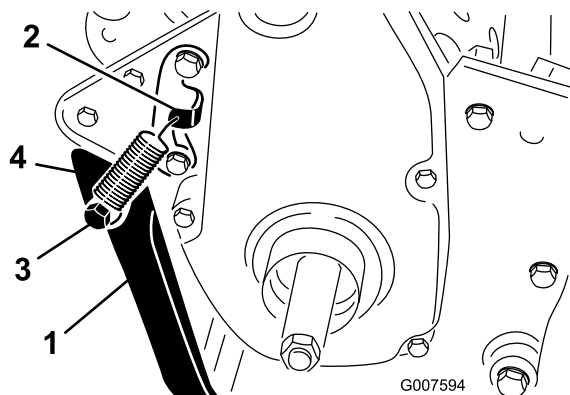

図 6
2. 後フレームについている取り付け穴にキックスタンドを合わせておいて、スプリングを、スプリングブラケットの穴とスプリングスタッドの穴に引っ掛ける (図 6)。
3. ボルト、ロックワッシャ、スペーサ、平ワッシャ、ロックナットを使って、キックスタンドをフレームの左右に固定する (図 6)。スペーサは、キックスタンドの取り付け穴に入れる。